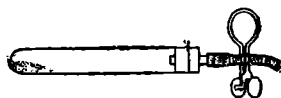

Рис. 44. Прибор для прокаливании металла в закрытом сосуде.
■ **Опыт 2.** Насыпьте в пробирку немного того же металла, который вы брали в первом опыте. Вставьте пробку с трубкой, на которую надет каучук с зажимом (рис. 44), уравновесьте на весах и, встряхивая